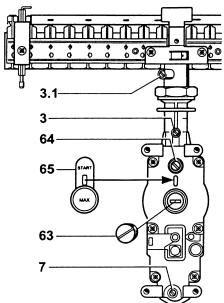

Рис. 51. ZSE/ZWE 24 – 3 MF К...
- В газоснабжающем предприятии узнать значение WOBBE индекса (W) и температуры сгорания (H_u).
- Снять запломбированный колпак 65, рис. 51, с обоих газонакстречных винтов.
- Снять запломбированный колпак 65 (рис.51) обоих винтов настройки газа.